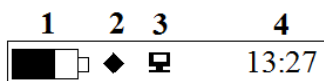

Рис. 24 Строка статуса Сигнализатора (7)
** Заряд аккумуляторной батареи допускается проводить при выключенном Сигнализаторе. Для работающего Сигнализатора состояние заряда аккумуляторной батареи отображается в строке статуса прибора (рис. 24). Для отключенного сигнализатора – в середине ЖК-индикатора, после подключения ЗУ.*